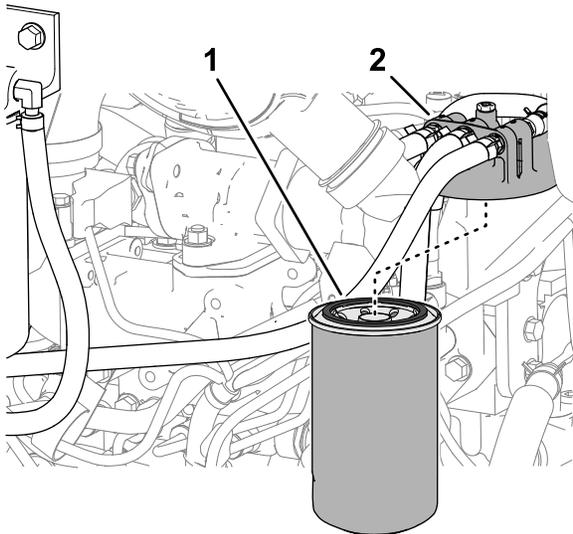

Figure 119
3. Nettoyez la surface autour de la tête du filtre à carburant (Figure 119).
4. Déposez le filtre et nettoyez la surface de montage de la tête du filtre (Figure 119).